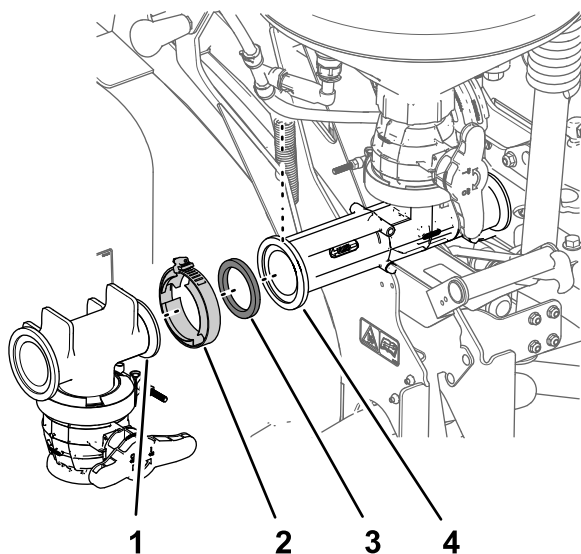

Figura 24
1. Aliniați flana fittingului în T pentru robinetul de evacuare cu flana din față a ejectorului (Figura 24).
2. Montai fittingul în T la ejector cu o garnitură i o clemă cu flană i strângei clemă cu mâna (Figura 24).